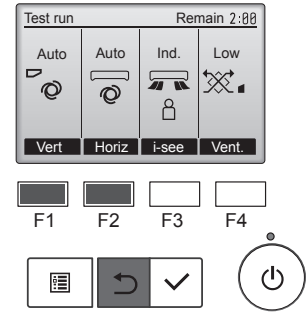

Fig. 7-4
- 2 Kanat çalıştırma ekranını görüntülemek için [SEÇİM] düğmesine basın ve otomatik kanadı kontrol etmek için [F1] ve [F2] düğmelerine basın. (Fig. 7-4)